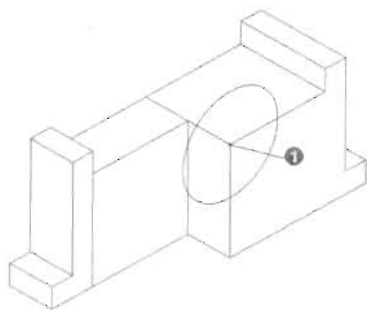

图 11-91
(4) 单击“绘图”工具栏中的“椭圆”按钮，绘制等轴测圆，如图 11-91 所示，命令执行过程如下：
指定等轴测圆的圆心: //按 F5 键切换到左平面, 并捕捉图 11-91 中的点 1 作为圆心